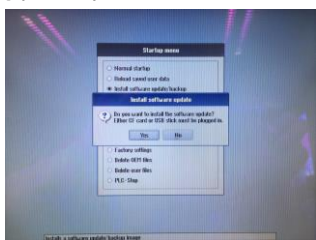

图 4
2) 选择 install software update/backup, 按下  键, 进入图 4 画面, 选择 "" Yes "->" 选择 U 盘内  hmi\_sl\_opcua\_02.02.00.01.002.tgz 文件, 然后至安装完成。